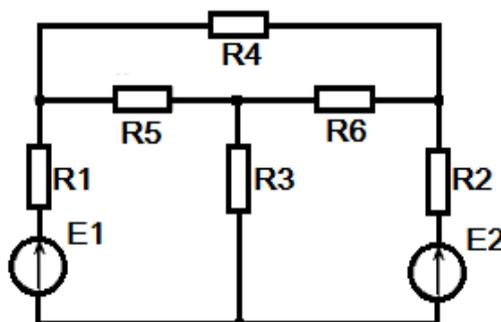

Рис. 1.54. Схема к задаче 3
3. Определить ток I_3 , если $R_1 = R_2 = 1$ Ом, $R_3 = 5$ Ом, $R_4 = 12$ Ом, $R_5 = R_6 = 6$ Ом, $E_1 = 100$ В, $E_2 = 92$ В (рис. 1.54).